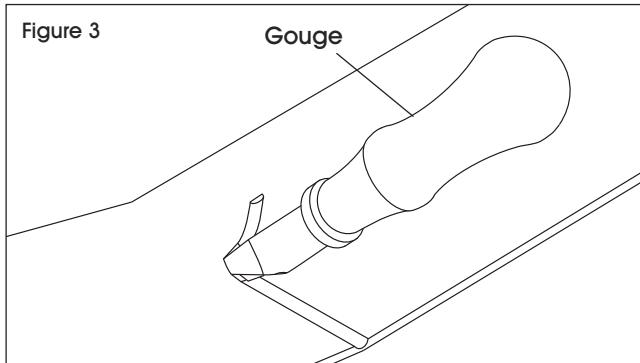

Figure 3
1. Pour créer des coins extérieurs, pliez la plinthe à l'endroit approprié, puis gravez l'arrière à l'aide d'une gouge. N'enlevez pas plus de 20 % de l'épaisseur de la plinthe. (Voir Figure 3)